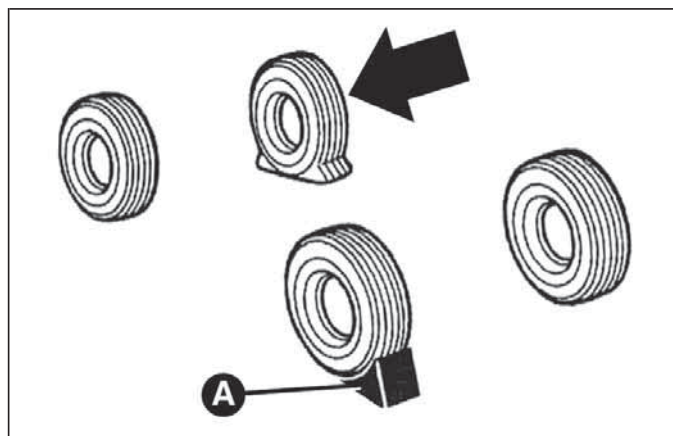

fig. 159
- ☐ colocar la cuña en la parte trasera, en la rueda diagonalmente opuesta a la que se desea sustituir (ver fig. 159) para prevenir movimientos del vehículo cuando esté levantado;